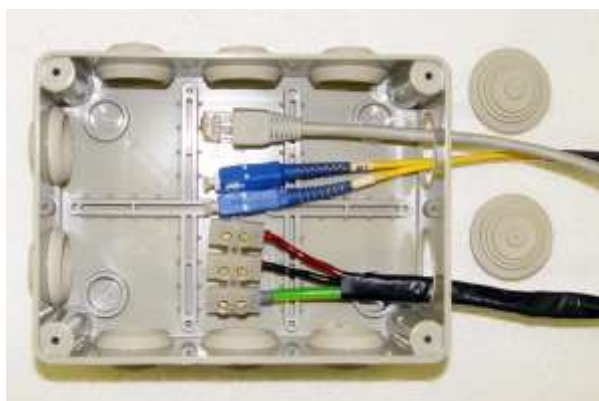

Рис. 4.11
- Закрепите внешнюю кросс-коробку (пример на рис. 4.11) рядом с приемопередатчиком (например, у основания той же трубы),